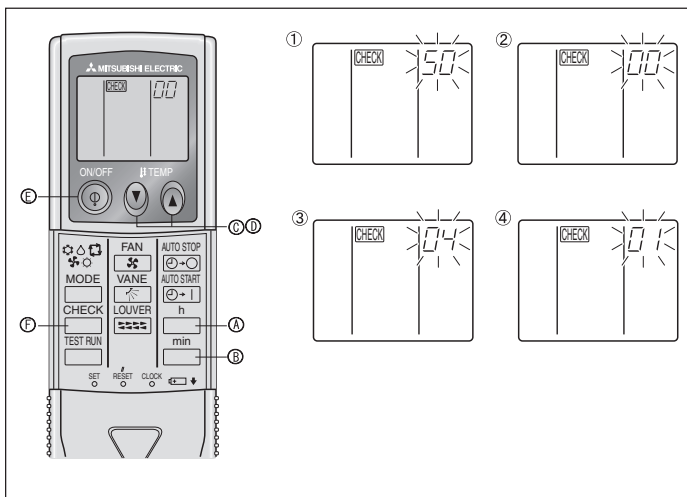

Fig. 6-7
2) Para el controlador remoto inalámbrico por infrarrojos (Fig. 6-7)